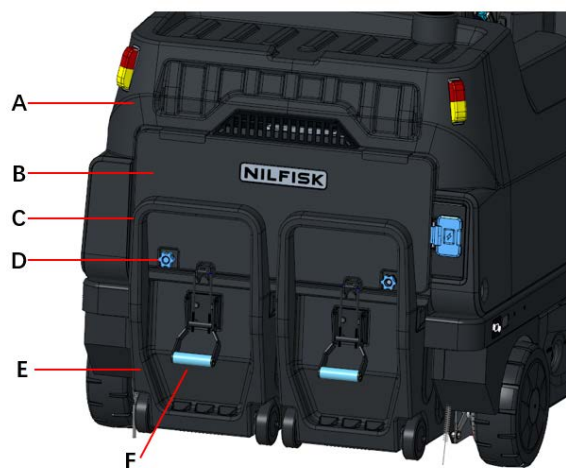

Figura 62
3. Rimuovere il coperchio (A, Figura 62)
4. Disinserire il dispositivo di chiusura (F, Figura 62) tirando la sua estremità inferiore.
5. Rimuovere la tramoggia (E, Figura 62) sganciandola dalle guide interne con la maniglia (C, Figura 62).
6. Svitare le manopole (D, Figura 62) e rimuovere il coperchio del vano del filtro (B, Figura 62).